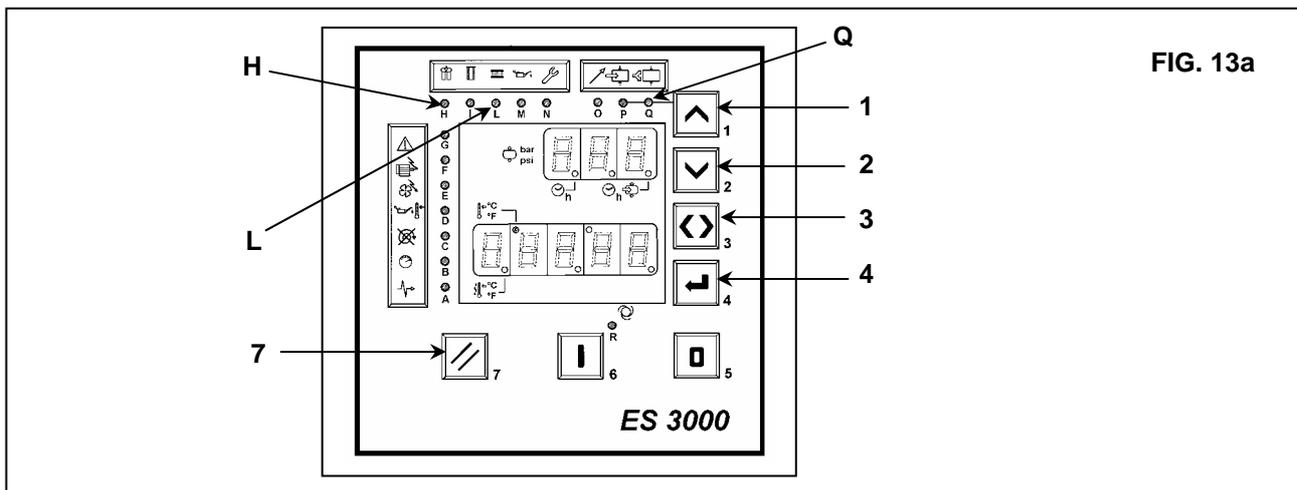

FIG. 13a
Pour voir les heures totales de fonctionnement appuyer sur Réf. 3 Fig. 13a, les heures de fonctionnement sont indiquées sur l'écran inférieur et à gauche de l'écran supérieur un petit point s'allume (indicateur lumineux de confirmation). Pour voir les heures de fonctionnement en CHARGE appuyer de nouveau sur Réf. 3 Fig 13a et sur la droite de l'écran supérieur un petit point s'allume (indicateur lumineux de confirmation).
- Appuyer sur le bouton Réf. 3 Fig. 13a pour sortir.
Si on veut remettre à zéro un compteur (par exemple Réf. L filtre à air) après avoir effectué l'opération d'entretien correspondante, procéder comme suit : (voir Fig. 13a)
- 1) En appuyant sur le bouton Réf. 1 Fig. 13a l'indicateur lumineux Réf. Q s'allume (en clignotant), la machine fonctionne à VIDE MANUEL.
- 2) En appuyant de nouveau sur le bouton Réf. 1 Fig. 13a la machine retourne dans le cycle automatique.
- Appuyer sur le bouton Réf. 4 Fig. 13a pendant quelques secondes, jusqu'à l'apparition de "PO" (pression d'arrêt) sur l'écran supérieur : en même temps, sur l'écran inférieur apparaît la valeur de la pression d'arrêt en bar (8 ou bien 10 bar).
- En appuyant sur le bouton Réf. 1 Fig. 13a, on verra apparaître, en séquence, sur l'écran supérieur, tous les paramètres de la carte (PO, P1, r2, t3, t4, C5, C6, C7) alors que sur l'écran inférieur on verra apparaître les valeurs établies pour chacun des paramètres. Pour quitter la visualisation, appuyer sur le bouton Réf. 3 jusqu'à ce que le petit point lumineux de l'écran se positionne sur le symbole.
- Appuyer sur le bouton Réf. 4 fig. 13a pendant quelques secondes, jusqu'à l'apparition du paramètre "P0" sur l'écran supérieur.
- Appuyer sur le bouton Réf. 1 Fig. 13a jusqu'à l'affichage du paramètre "r2" (température maximum).
- Appuyer sur le bouton Réf. 4 Fig. 13a : la valeur de la température reportée sur l'écran inférieur clignote.
- Appuyer sur le bouton Réf. 2 Fig. 13a jusqu'à l'affichage de la valeur 95.
- Appuyer sur le bouton Réf. 4 Fig. 13a pour confirmer la modification effectuée; la valeur 95 ne clignote plus.
- Sortir de la programmation en appuyant sur le bouton Réf. 3 Fig. 13a.